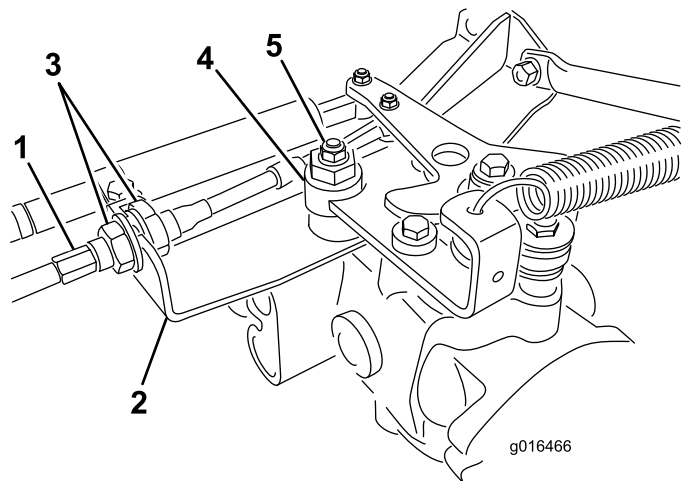

Figure 46
- A. Desserrez les deux écrous de blocage qui fixent le câble de commande de transmission à la traversée sur l'hydrostat (Figure 46). Desserrez les écrous de blocage uniformément et suffisamment pour permettre le réglage.
**Remarque:** Desserrez l'écrou de fixation de l'excentrique en haut de l'hydrostat (Figure 46).
- E. Lorsque la roue arrête de tourner, serrez l'écrou pour bloquer l'excentrique et le réglage (Figure 46).
- G. De chaque côté de la traversée, serrez les contre-écrous uniformément pour fixer le câble de transmission à la traversée (Figure 46). Ne tordez pas le câble.